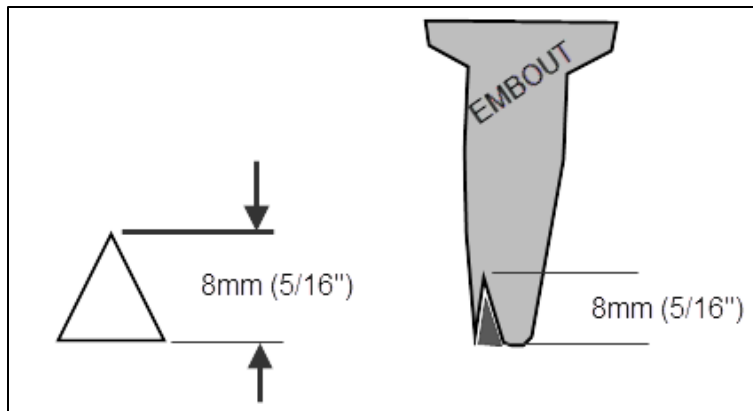

FIGURE 3 CORDON TRIANGULAIRE
- Choisir un embout applicateur de colle pour cordon triangulaire de 8mm. (Figure 3)
- Si l'embout n'est pas disponible, couper une ouverture triangulaire de 8mm de haut dans l'embout. (Figure 3)